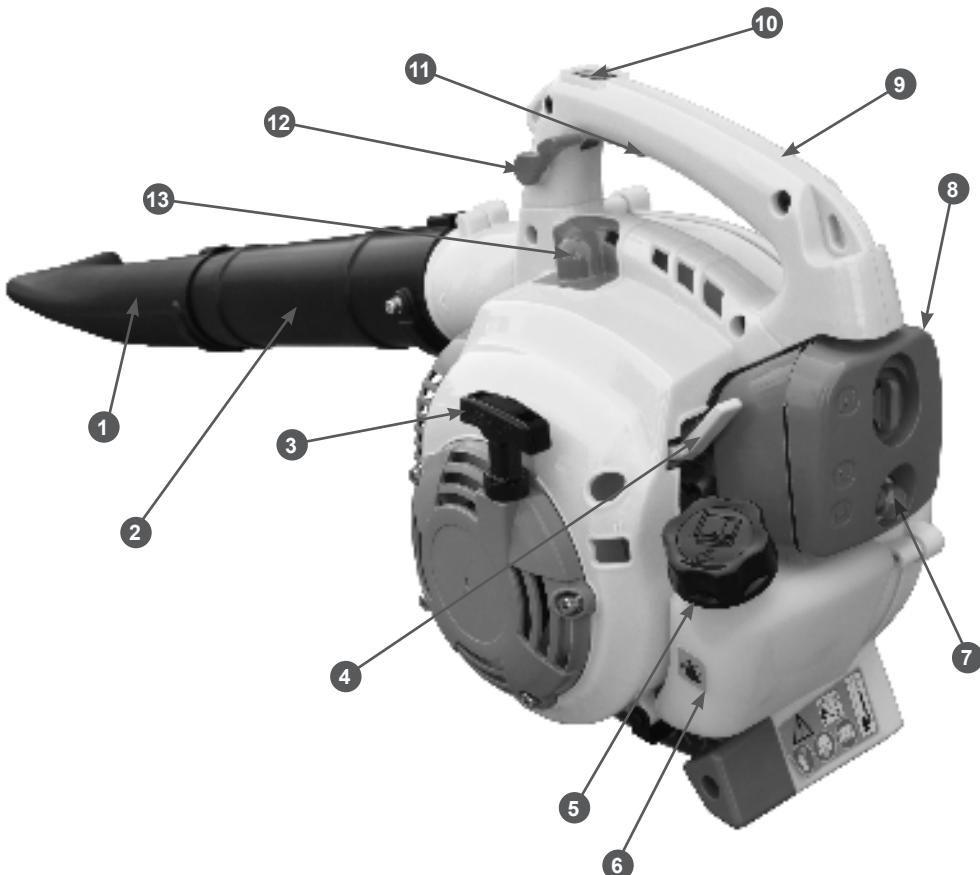

Рис. 1 Основные узлы и органы управления
Основные узлы и органы управления показаны на Рис. 1.
- Закройте воздушную заслонку карбюратора. Для этого рычаг 4 (Рис. 1) управления воздушной заслонкой установите в положение «ЗАКРЫТО».
- Прокачайте топливо через карбюратор. Для этого нажмите (примерно 5-10 раз) на ручной топливный насос 7 (Рис. 1) до появления в насосе топлива и возникновения сопротивления при нажатии.
- Выключатель зажигания 10 (Рис. 1) установите в положение «I» (ВКЛЮЧЕНО).
- Возмитесь правой рукой за рабочую рукоятку 9, а левой рукой за ручку стартера 3 (Рис. 1). Проверните коленчатый вал двигателя ручным стартером до тех пор, пока не почувствуете сопротивление, затем медленно опустите ручку стартера вниз. Снова медленно потяните за ручку стартера, пока не почувствуете, что стартер вошел в зацепление с маховиком, после чего, резко и с усилием потяните за ручку стартера и запустите двигатель. При необходимости повторите. После запуска двигателя медленно и плавно верните ручку стартера на место. Двигатель запускается только на короткое время и сразу глохнет.